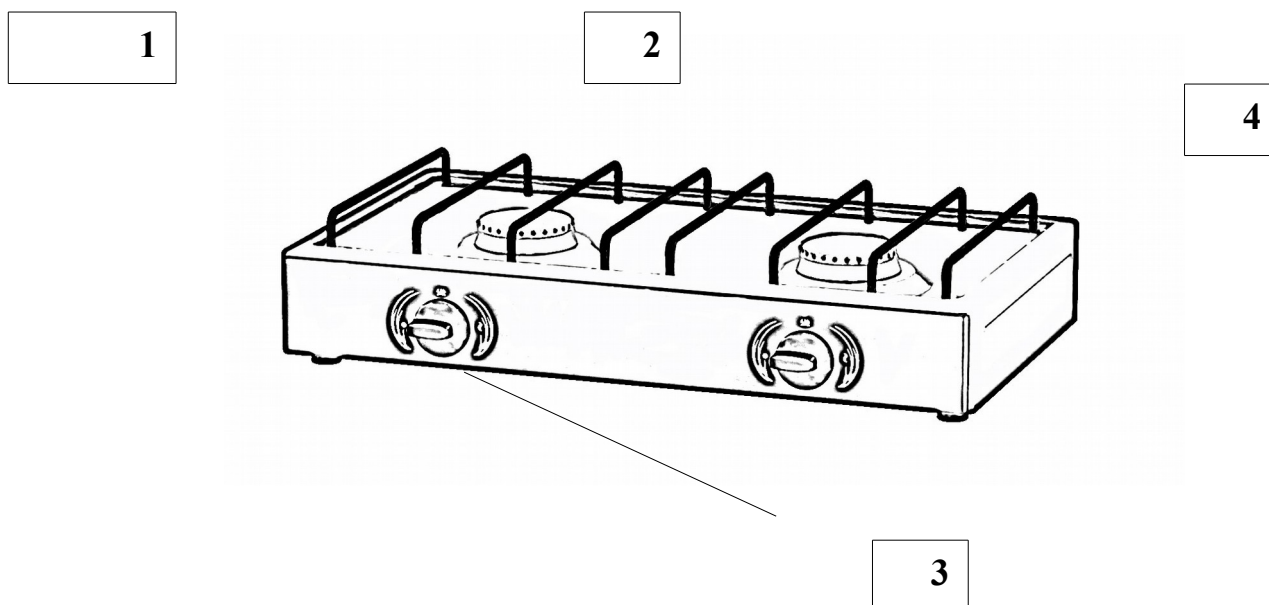

Рис. 1. Газовая плита
5.1. Плита (рис. 1) состоит из цельноштампованного корпуса 4, на который устанавливается решетка 1, горелки нормальной тепловой мощности 2, ручки кранов 3.